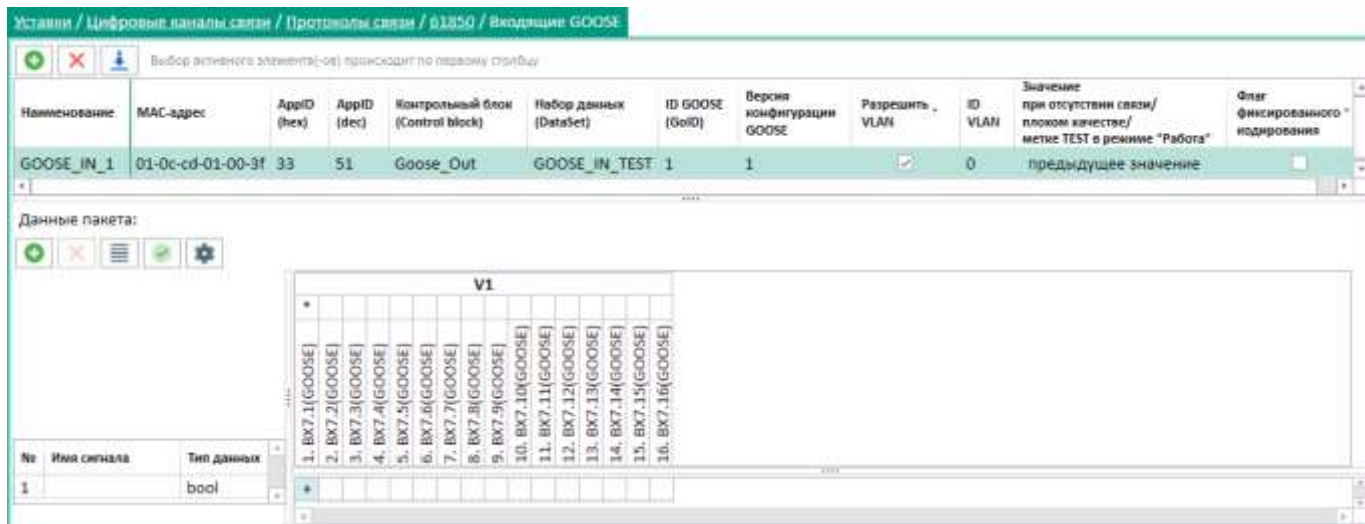

Рисунок 112
3) Параметры входящих GOOSE (рисунок 112)